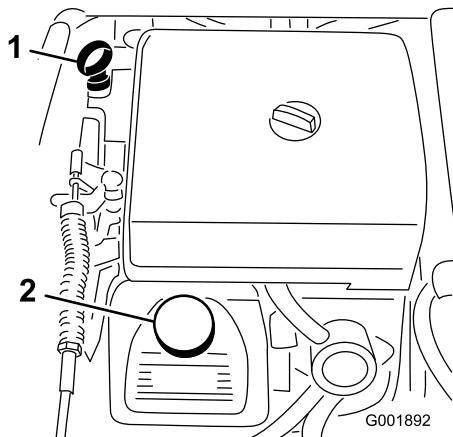

図 20
2. ディップスティックを抜き、ウェスで一度きれいに拭く(図 20)。ディップスティックを、チューブの根元までもう一度しっかりと差し込む。ディップスティックを引き抜いて油量を点検する。
3. 油量が少なければ、バルブ・カバーの上に付いている補給口(図 20)を開け、ディップスティックの Full マークまでオイルを補給する；オイルの種類や粘度の選択についてはエンジンの整備、40ページ「エンジン・オイルについて」を参照。補給するときは、ディップスティックで確認しながら少量ずつ入れてください。入れすぎないよう注意してください。